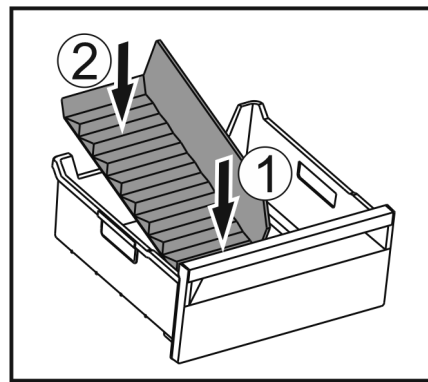

Fig. 187
► 装入冰格分隔器前部。 Fig. 187 (1)
► 将冰格分隔器后部放低至抽屉底板。 Fig. 187 (2)